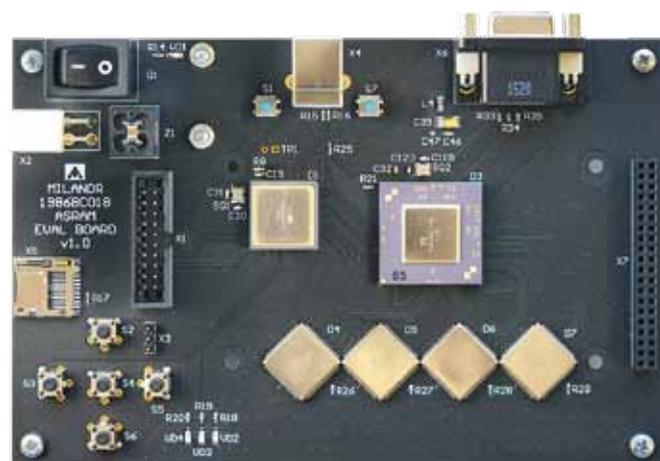

Рис. 2. Демонстрационная плата для микросхемы контроллера видеоадаптера 1986BC018 с четырьмя микросхемами асинхронного СОЗУ 1645PY6(U1)
- демонстрационная плата с внешней асинхронной статической оперативной памятью (четыре микросхемы 1645PY6(U1)) (рис. 2);